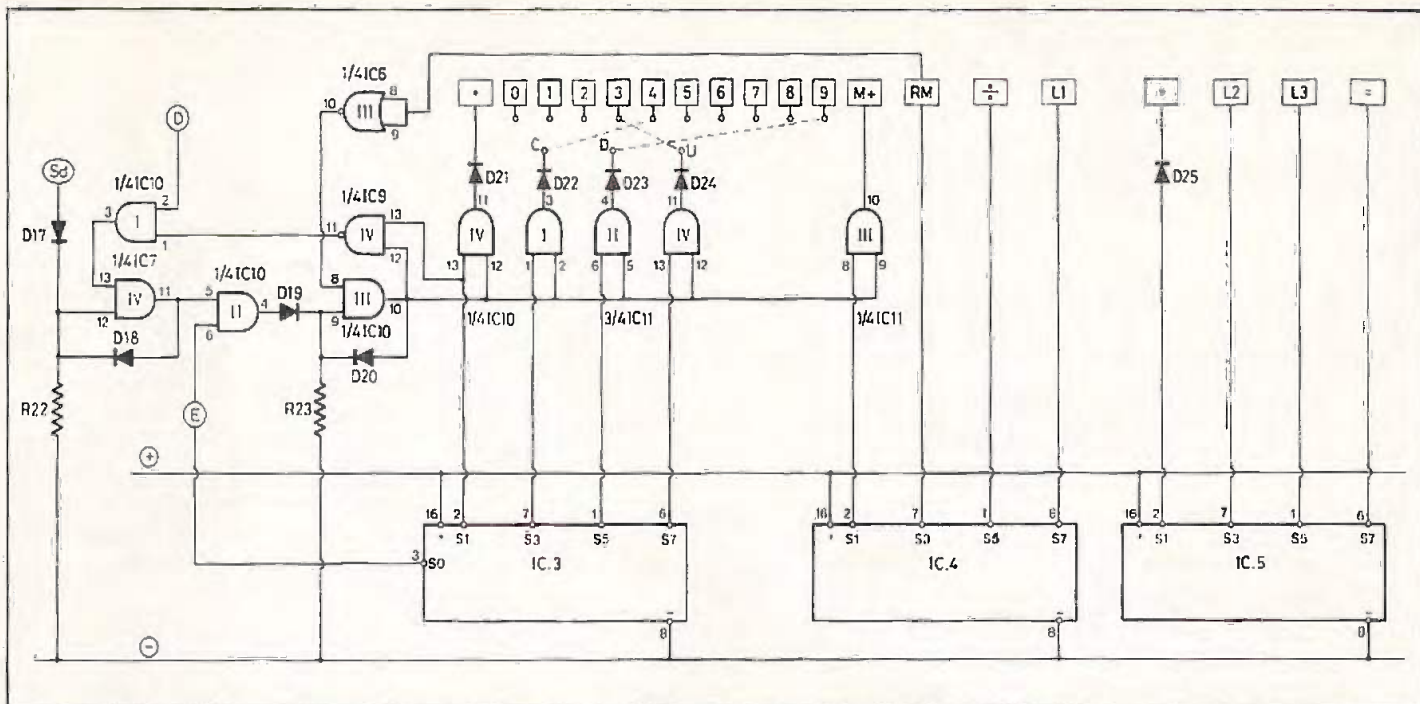

Fig. 6. — Principe de fonctionnement de l'enregistrement de la distance et de la commande de la calculatrice.
j) Prise en compte de l'information « distance » (fig. 6)
k) Commande de la calculatrice (fig. 6)